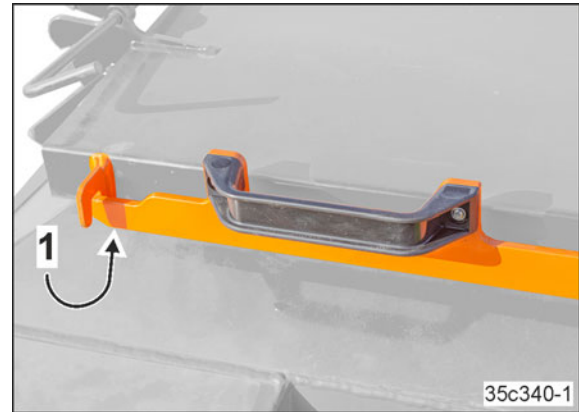

Bild 260
5. Lås upp spaken (Bild 260/1).